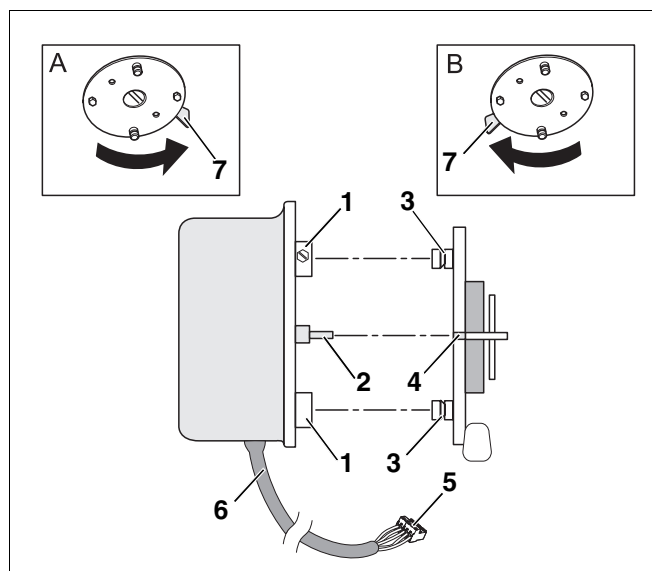

Abb. 13 Stellmotor justieren
Um den Stellmotor montieren zu können, müssen Sie dafür sorgen, dass die Position der Kupplung des Stellmotors (Abb. 13, **Pos. 2**) mit der Position der Kupplung des Handhebels (Abb. 13, **Pos. 4**) übereinstimmt.
- Position der Kupplungen (Abb. 13, **Pos. 2** und **4**) ggf. mithilfe des Handhebels (Abb. 13, **Pos. 7**) abstimmen.
- Kupplung des Stellmotors (Abb. 13, **Pos. 2**) in die Kupplung des Handhebels (Abb. 13, **Pos. 4**) einschieben.
- Stifte des Motorhalters (Abb. 13, **Pos. 3**) in die Befestigungsbuchsen des Stellmotors (Abb. 13, **Pos. 1**) schieben.
- Kabel des Stellmotors (Abb. 13, **Pos. 6**) zur Kabeldurchführung der vorderen Kesselhaube (Abb. 4, Seite 6) führen.
- Stecker des Stellmotors (Abb. 13, **Pos. 5**) nach der Beschriftung der Steckerleiste aufstecken (siehe Montageanweisung des jeweiligen Regelgerätes).